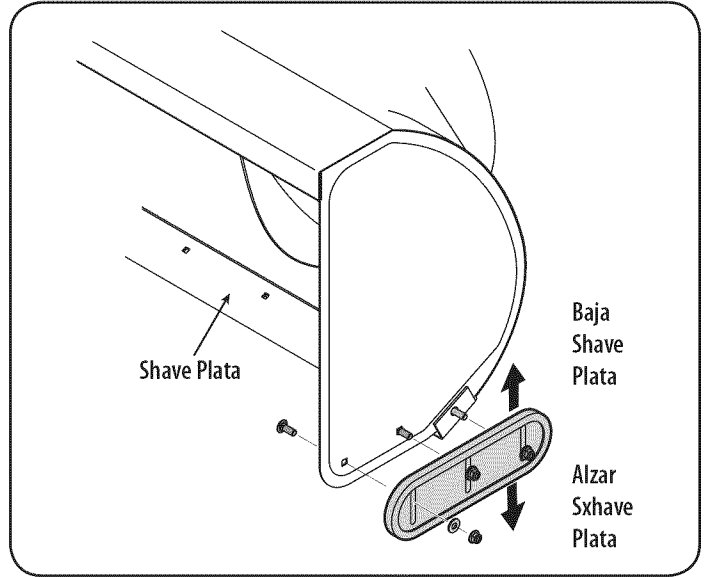

Figura 12
1. Zapatos antideslizantes ajustar aflojando los seis (tres en cada lado) tuercas hexagonales y pernos de zapatos antideslizantes garantizar la barrena a la vivienda. Consulte la Figura 12.
2. Si bien la observación de la distancia entre el plato y se afeitan el terreno, ajustar los zapatos patines hacia arriba o hacia abajo para alcanzar la altura deseada afeitado placa. Vea la Figura 12.